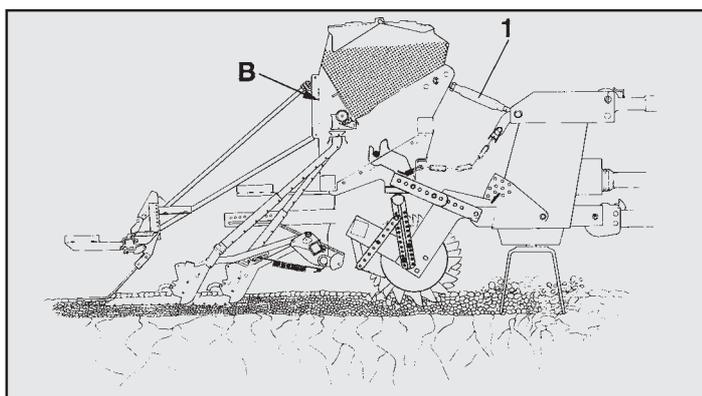

Рис. 25
- Длину верхнего приводного рычага (рис. 25/1) устанавливать таким образом, чтобы задняя стенка рядовой сеялки находилась в зоне "В" (рис.25) почти вертикально.